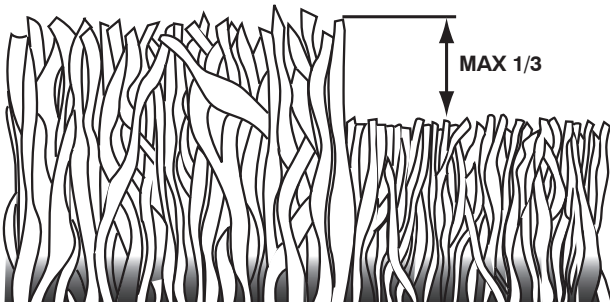

Figure 19
- Pour les meilleurs résultats, ajustez la hauteur de coupe de la tondeuse afin que la tondeuse coupe seulement le tiers du haut de l'herbe (Figure 19). Au cas où l'herbe est très haute, il sera nécessaire d'élever la hauteur de coupe pour réduire les efforts de propulsion, pour éviter de surchauffer le moteur et pour éviter l'agglutination et l'abandon de masses d'herbe coupée. Pour les conditions de broyer de l'herbe très difficiles, réduisez la largeur de coupe en imbriquant l'allée auparavant coupée et tondez lentement.
1. Posez l'adaptateur de lame sur le vilebrequin de moteur. Assurez-vous que la clé dans l'adaptateur et le logement de clavette dans le vilebrequin sont alignés; et cette courroie d'entraînement est les étiquettes intérieures de la guide de courroie (Figure 19).